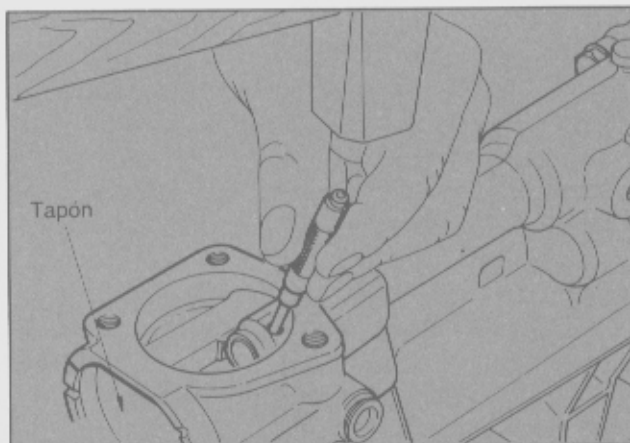

Fig. 45 - Colocación de la espiga elástica.
- Mover la varilla a la posición de retroceso. Ubicar convenientemente el conector de la palanca de cambios y asegurarlo a la varilla con la espiga elástica (Fig. 45).